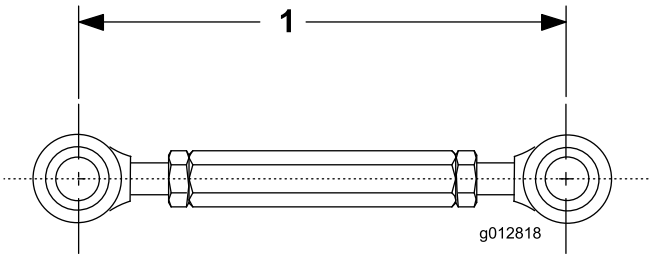

Figure 9
4. Réglez la longueur de la biellette filetée à 19 cm et serrez les écrous de blocage (Figure 9).